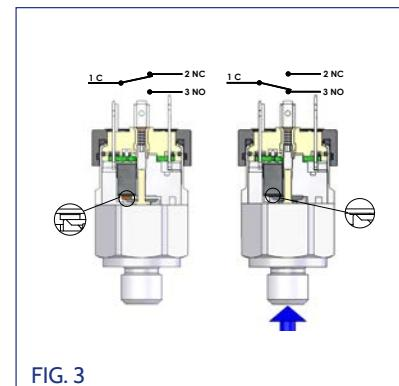
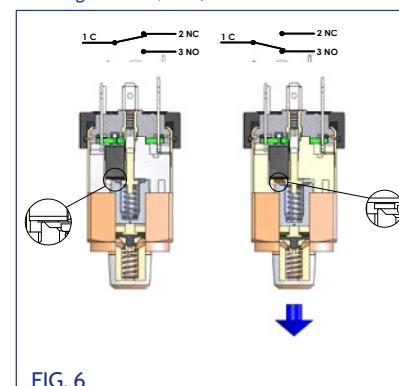

FIG. 3
FIG. 6
- Nella versione con CONTATTI IN SCAMBIO (SPDT) di Fig. 3 (Fig. 6 per il vuoto), la pressione esercitata dal fluido sull'elemento separatore, (membrana o pistone), determina invece la commutazione di un microswitch. In quest'ultima versione è possibile utilizzare indifferentemente sia i contatti N.C. che N.O. che entrambi.
- In the version with SPDT contacts (Fig. 3 for Pressure and Fig. 6 for Vacuum), the pressure exerted by the fluid on the separating element (diaphragm or piston) triggers the switching of a microswitch. Either NC or NO contacts, or both, can be used in this version.